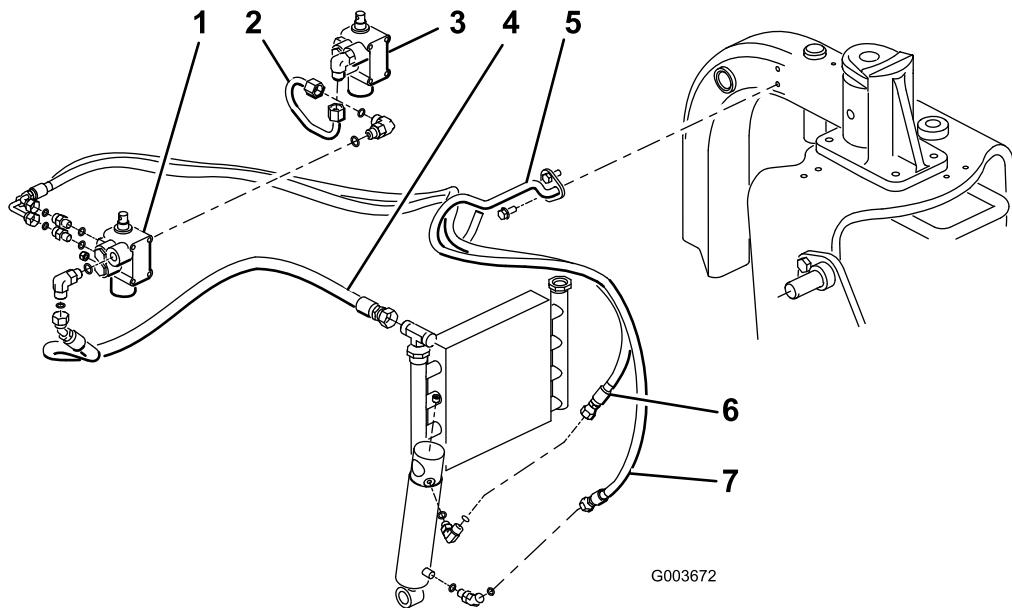
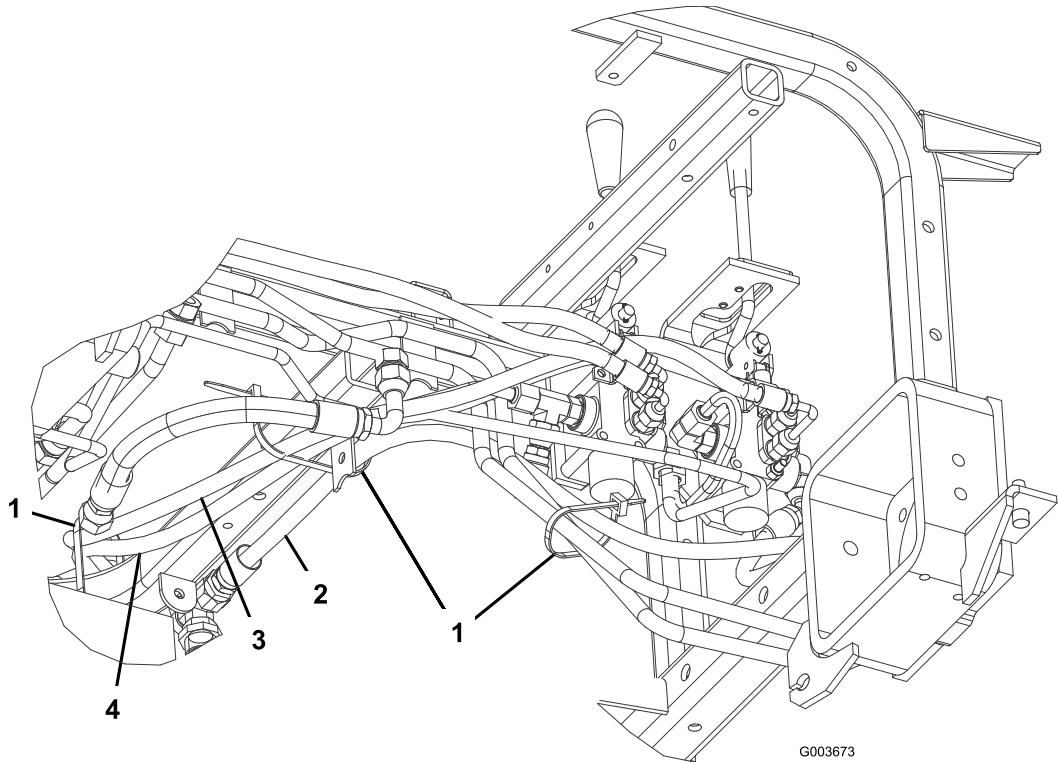
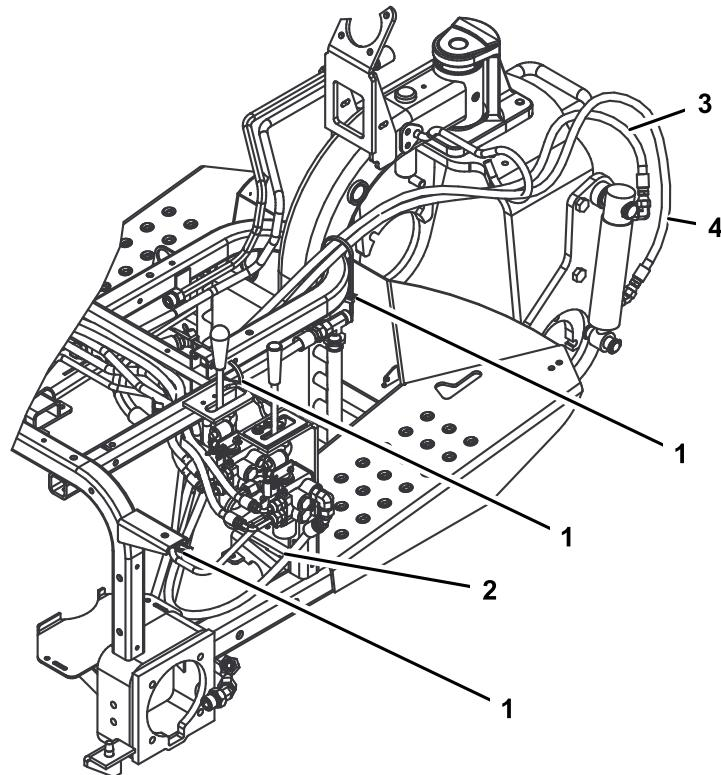

Figura 14
Figura 15
Figura 16
Nota: Per ridurre al minimo la perdita d'olio durante la rimozione del tubo idraulico, tenere pronto il flessibile di ricambio o chiudere il raccordo sul radiatore utilizzando uno dei tappi protettivi rimossi dal gruppo tubo, codice N. 108-8447 (Figura 14).
- 4. Collegare il gruppo tubi, n. comp. 108-8447, al raccordo a 90° sul lato sinistro della nuova valvola e il raccordo vuoto sulla valvola di sollevamento esistente (Figura 14).
sul lato destro della valvola e l'estremità diritta del flessibile al raccordo del radiatore dell'olio vuoto (Figura 14). Ved. Figura 15 e Figura 16 per la posa dei tubi.
6. Montare il supporto del tubo sul tubo del telaio sinistro con 2 viti autofilettanti (5/16 x 3/4 pollice) (Figura 14).
7. Collegare l'estremità corta del raccordo a 90 gradi del flessibile idraulico, codice N. 108-8453, al raccordo diritto superiore sul retro della valvola. Posare il tubo facendolo passare attraverso il supporto e collegare l'estremità diritta del flessibile al raccordo del cilindro idraulico superiore (Figura 14). Ved. Figura 15 e Figura 16 per la posa dei tubi.
8. Collegare l'estremità lunga del raccordo a 90 gradi del flessibile idraulico, codice N. 108-8454, al raccordo diritto inferiore sul retro della valvola. Posare il tubo facendolo passare attraverso il supporto e collegare l'estremità diritta del flessibile al raccordo del cilindro idraulico inferiore (Figura 14). Ved. Figura 15 e Figura 16 per la posa dei tubi. Accertarsi che i tubi siano posati lontano da componenti appuntiti, caldi o mobili.
10. Utilizzare fascette per cablaggio per fissare i flessibili alla macchina, nei punti indicati nella Figura 15 e Figura 16.